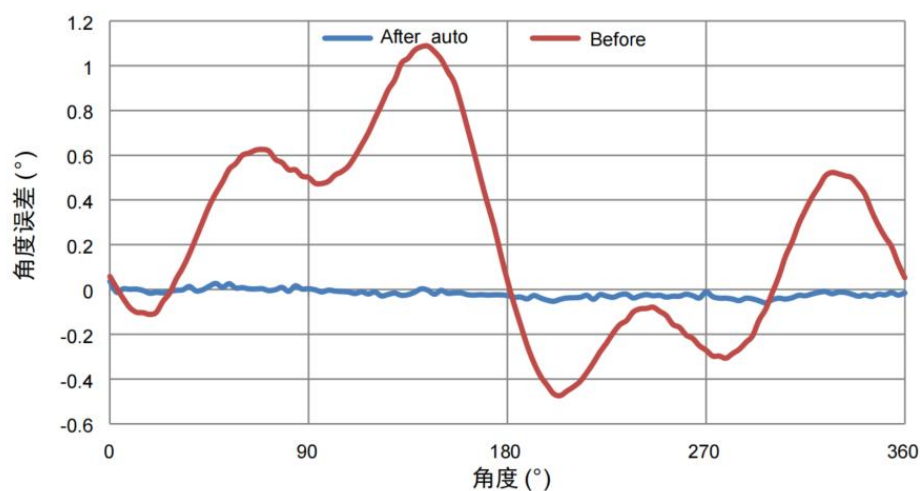

图 15 自动校准前后角度误差对比
- (1) 进入用户模式
- (2) 启动 EEPROM 使能，延时 2ms
- (3) 根据芯片供电电压可选择高压烧录或者低压烧录，延时 2ms。
- (4) 关闭字节写 EEPROM 功能，延时 2ms
- (5) 发送自动校准启动命令
- (6) 查询 04 寄存器的 bit4 位的 auto_over 自动校准完成指示标志是否为 1，若为 1 表示自动校准完成
- (7) 发送自动校准关闭命令
- (8) 退出用户模式
- (9) 停止电机转动
Step2 中自动校准参数写入到芯片 EEPROM，寄存器 0F~1E 可查看写入的校准参数，此例中实施自动校准以后，在一个测量周期中的校准前后的角度误差曲线如图 15 所示。